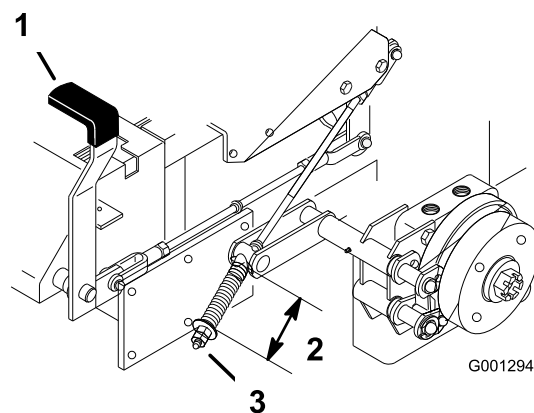

Figura 81
3. Misurate la lunghezza della molla (Figura 81).
4. Se la regolazione è necessaria, disinserite il freno di stazionamento, allentate il controdado sotto la molla e regolate il dado direttamente sotto la molla (Figura 81).